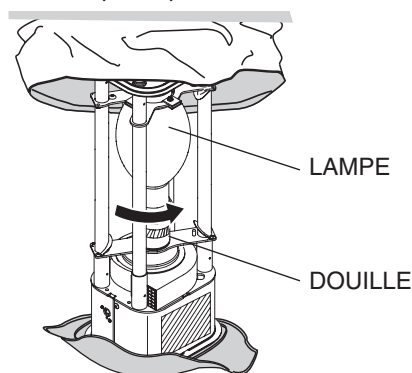

Figure 30. Installation d'une nouvelle lampe
5. Installer la lampe de rechange dans la douille de la lampe et faire tourner la lampe dans le sens horaire jusqu'à ce qu'elle s'arrête. Voir Figure 30. Appuyer sur les languettes du support de la lampe et abaisser le support lentement pour fixer la lampe en place.